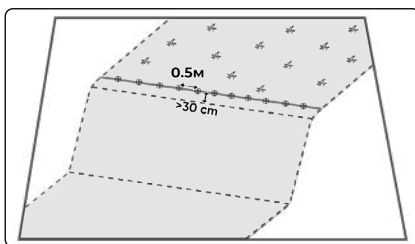

Рис. 18
2. Положите полосу на землю и закрепляйте её через каждые 0,5 м с помощью комплектов фиксаторов. Убедитесь, что расстояние между виртуальной границей и физической границей превышает 30 см. (Рис. 18)